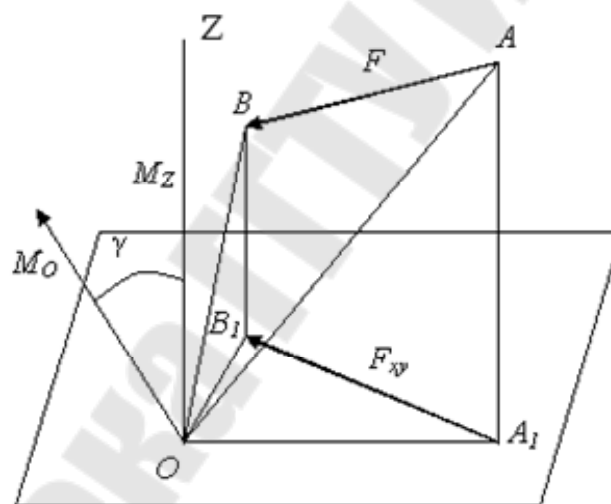

Рис. 16
31. Перпендикулярно плоскости треугольника OAB в ту сторону, откуда вращение наблюдается против часовой стрелки (рис. 16).
32. $M_Z(\vec{F}) = M_O(\vec{F}) \cdot \cos(\gamma)$, где γ – двугранный угол между плоскостями треугольников ΔOAB и ΔOA_1B_1 (рис. 16).